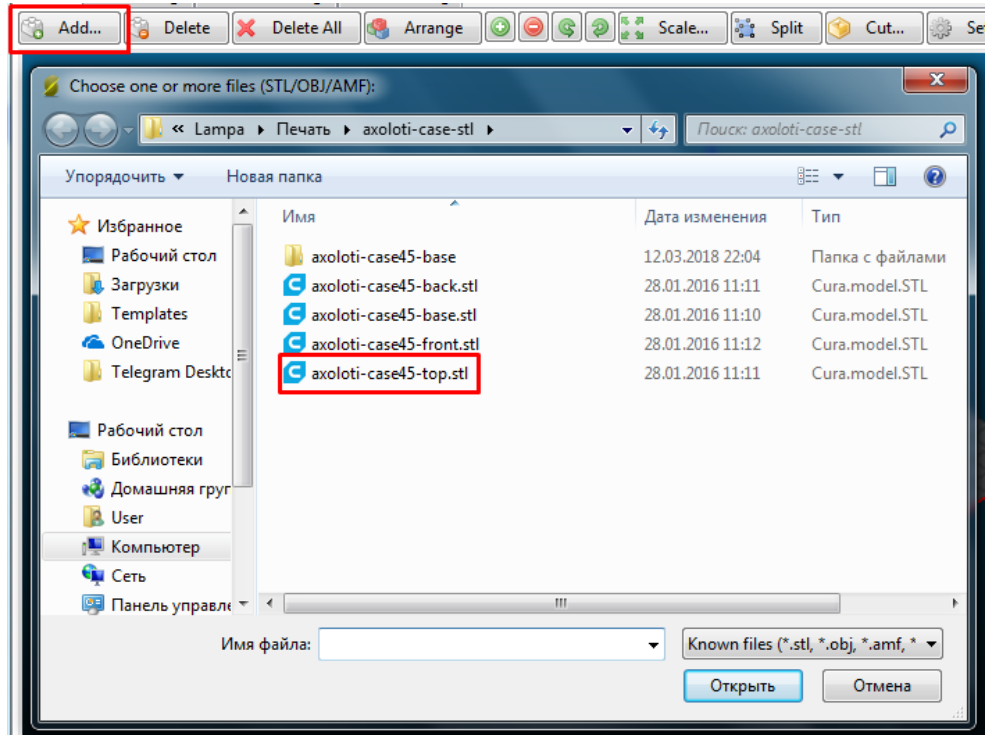

Рис. 3.1 Вікно відкриття файлу.
1. Відкриваємо необхідний файл Рис. 3.1